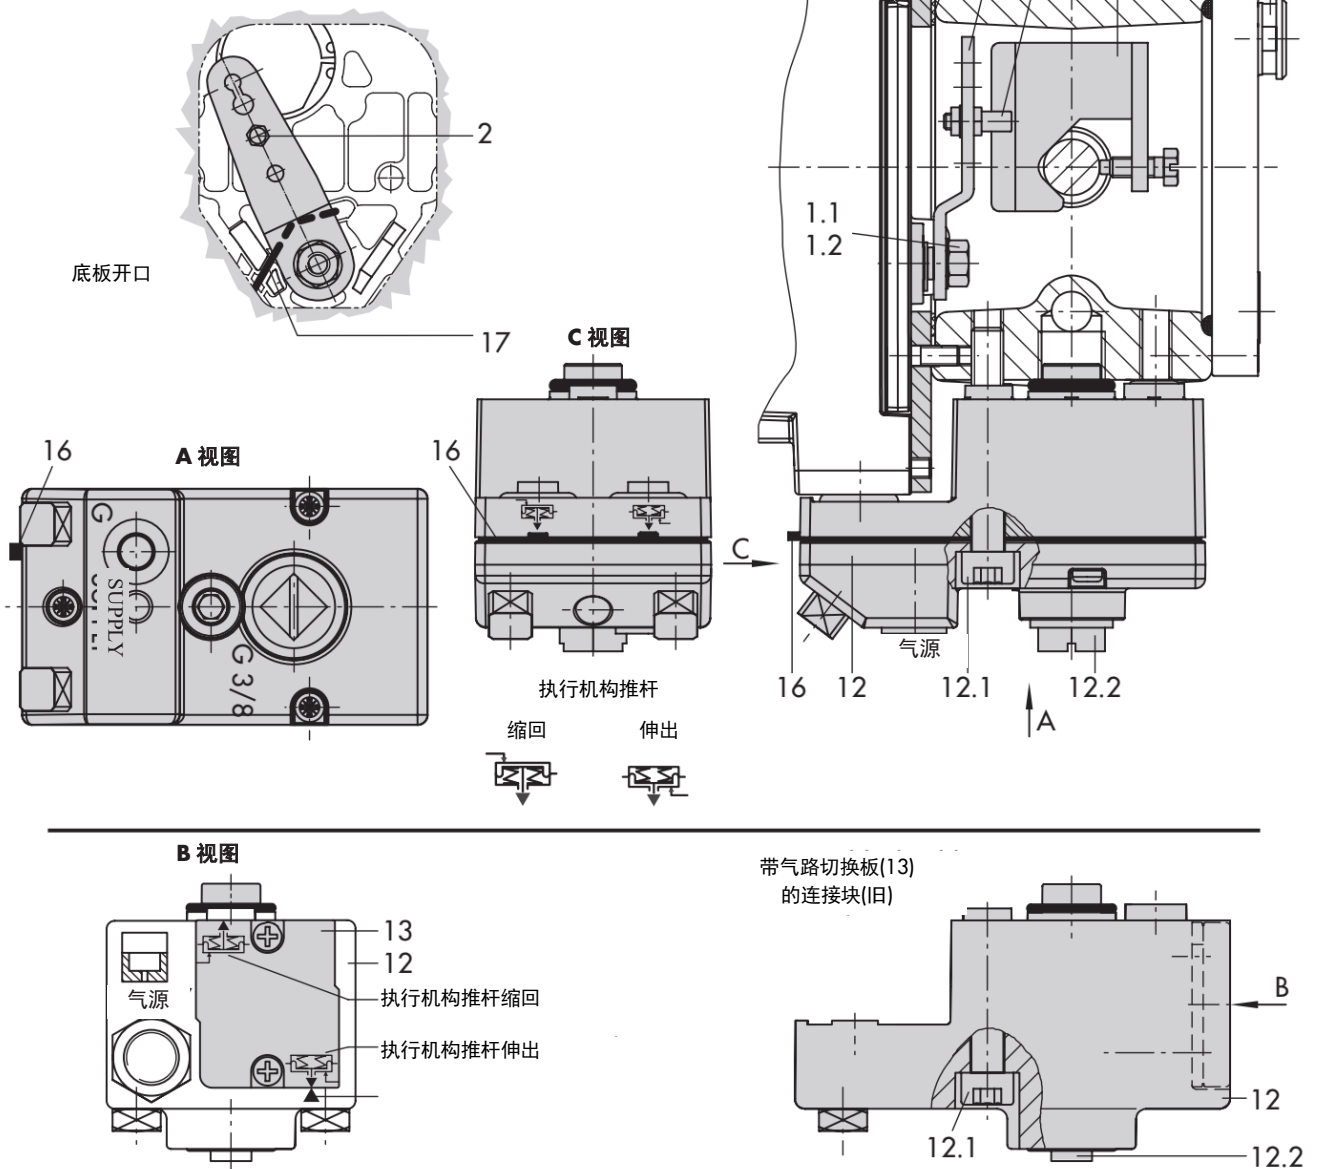

图 6: 3277 型执行机构 (有效膜片面积 175 至 750 cm²) 直接集成安装: 信号压力连接图
阀门定位器可以装配到支架(图 6 所示)的左侧或右侧上，信号压力经连接块(12)通到气动执行机构的膜片室。对于故障-安全动作"执行机构推杆伸出"型的，由支架内部气路连接；对于故障-安全动作"执行机构推杆缩回"型的，要用外接管路连接。
2. 对准信号接口处，安装带有开口的底板(10)(见图 6 的左侧)，并确认垫圈(14)已装好在气动执行机构支架上。
6. 以垫圈(16)在连接块侧面的突出部做标记，确认所选的气动执行机构故障-安全动作"执行机构推杆伸出"或"执行机构推杆缩回"相应的符号是否已对准标记。若需要调整，则取下三个固定螺钉和连接块的护盖，将垫圈(16)翻转 180°，然后再把护盖复位。有关旧型号的连接板(见图 6 下部)，可通过改变气路切换板(13)的位置使所选的执行机构故障-安全动作的符号对准标记。